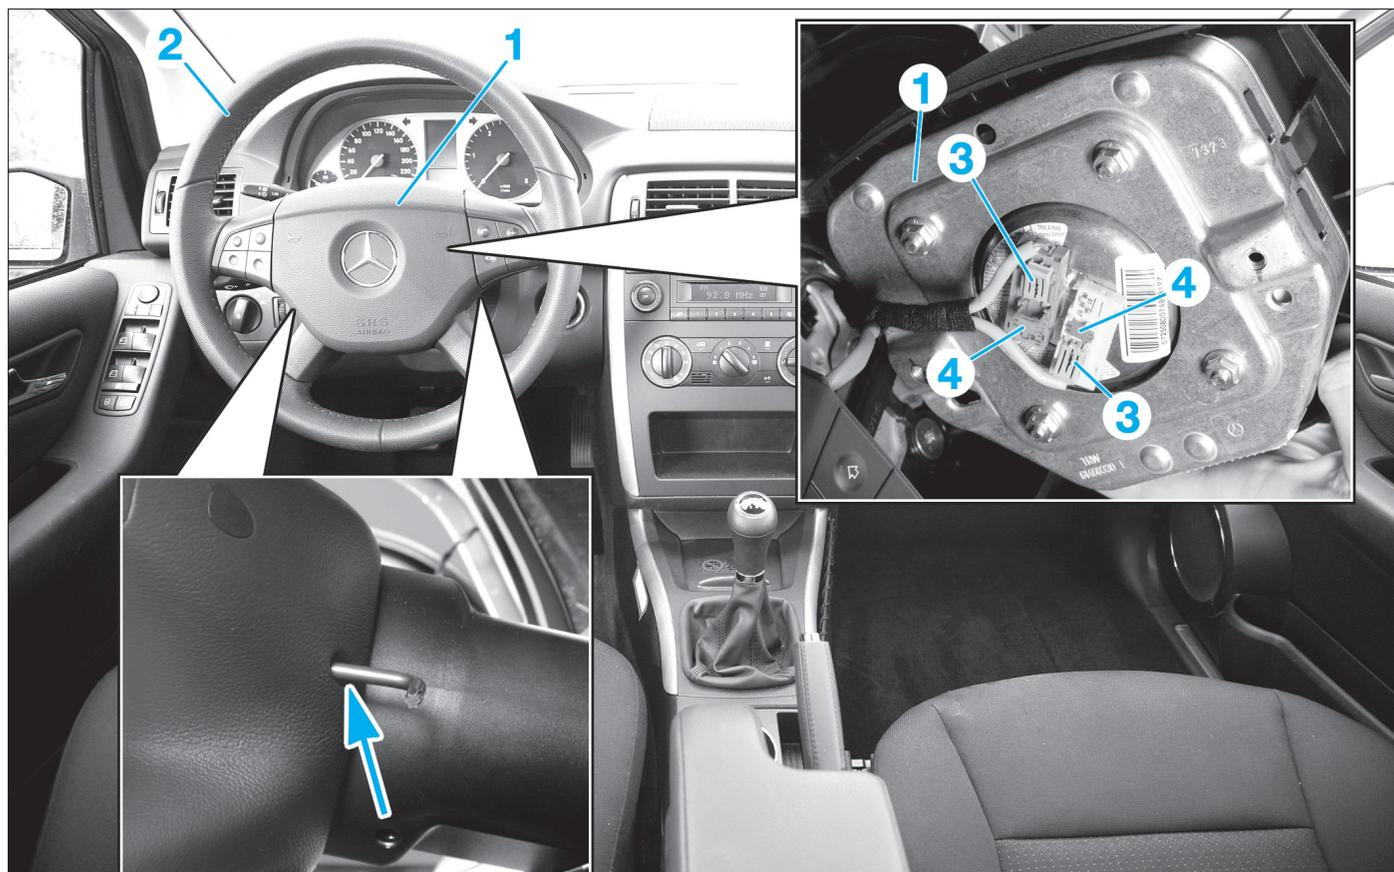

FIG. 2
- Engager la clé Torx de 30 dans les orifices (flèche) derrière le volant (2) et dévisser les vis de l'unité d'airbag conducteur (1) (Fig.2).
- Retirer l'unité d'airbag conducteur (1) du volant (2) et la retourner jusqu'à ce que les connecteurs électriques des allumeurs soient accessibles.
- Faire glisser les attaches de sûreté (3) puis soulever les étriers d'arrêt (4) à l'aide d'un tournevis approprié.
- Déposer l'unité d'airbag conducteur (1) du volant (2).